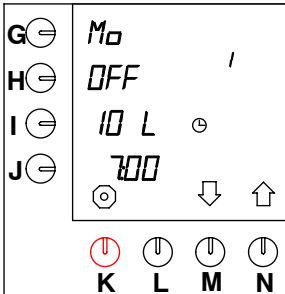

Fig. 44 Ajustes preprogramados (inactivos)
Hay catorce "ajustes de hora" preprogramados para todos los días de la semana. En el momento en que quedan activados por el procedimiento que se explica a continuación, sólo estarán activos y visibles en el modo de usuario. Todos los ajustes pueden ser modificados a voluntad. Los catorce ajustes estandar son mencionados en (ver fig. 44) :
- Mantenga apretada la tecla de selección (N.)↑ hasta que en el display aparezca fig. 44 .